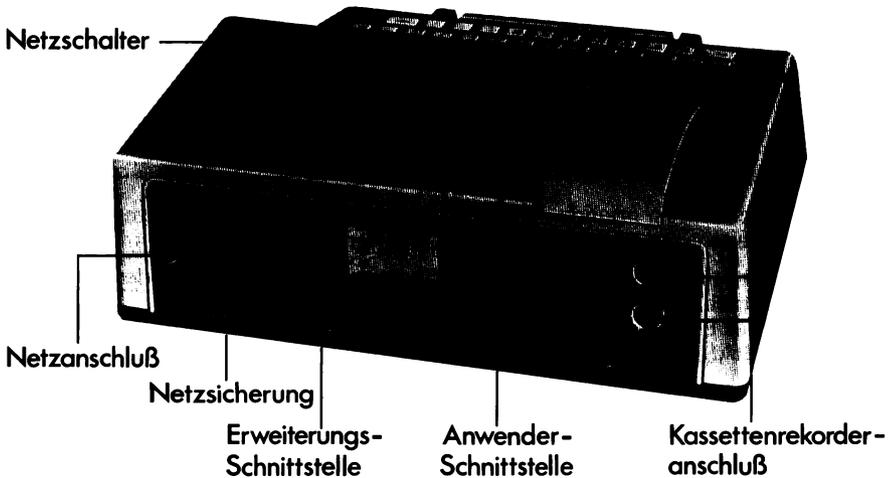

Abbildung 1.2. Rechner (Rückansicht)
- Netzschalter einschalten (siehe Abbildung 1.2).
1. BASIC initialisieren (Taste 5), danach Kassettenrekorder anschließen (Kabel in DIN-Buchse 1 oder 2 bzw. an separatem Stecker). Die DIN-Buchsen (s. Abbildung 1.2) sind parallel geschaltet, d.h. es ist also gleichgültig, welche der beiden Buchsen Sie benutzen. Das Kassettengerät muß jedoch einen niederohmigen, regelbaren Ausgang besitzen (Kopfhörer bzw. Lautsprecher). Dieser Ausgang wird mit dem PC 100-TB-Eingang verbunden.